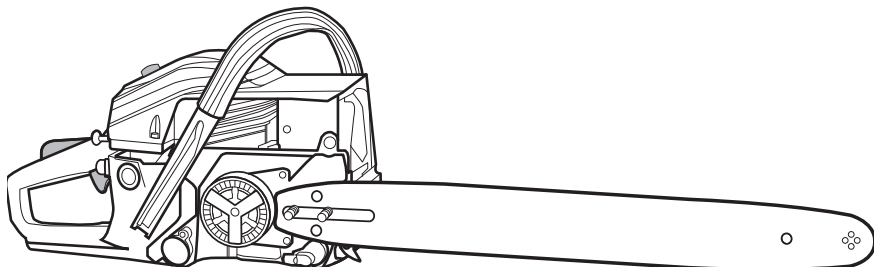

Abb. 4
1. Richten Sie die Führungsschiene (7) an der Aufnahme (28) aus und setzen Sie diese darauf (Abb. 4).